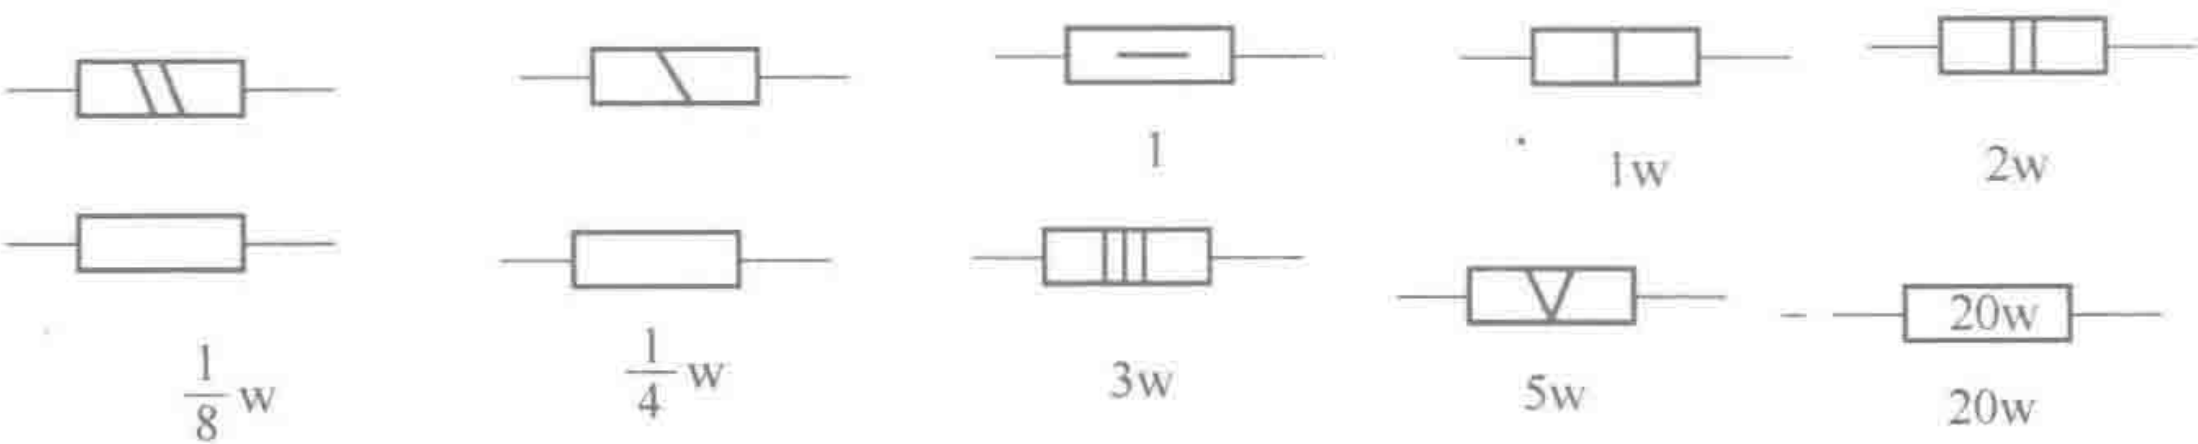

图 1-2 电阻功率标注方法
2)额定功率。额定功率是指在特定环境温度范围内所允许承受的最大功率。在该功率限度以内,电阻器可以正常工作而不会改变其性能,也不会损坏。电阻额定功率的标注方法如图 1-2 所示。